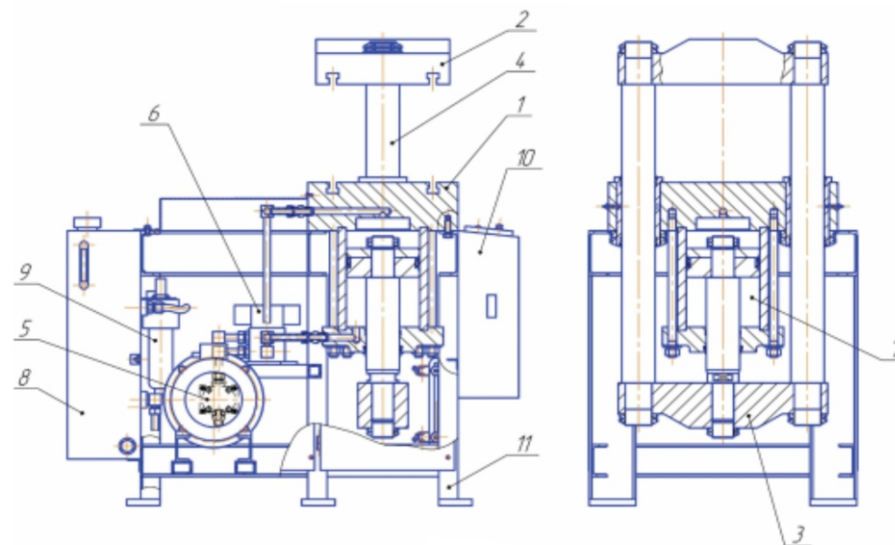

Рис.1. Пресс
**6.1.** Пресс состоит из следующих основных частей (рис. 1):